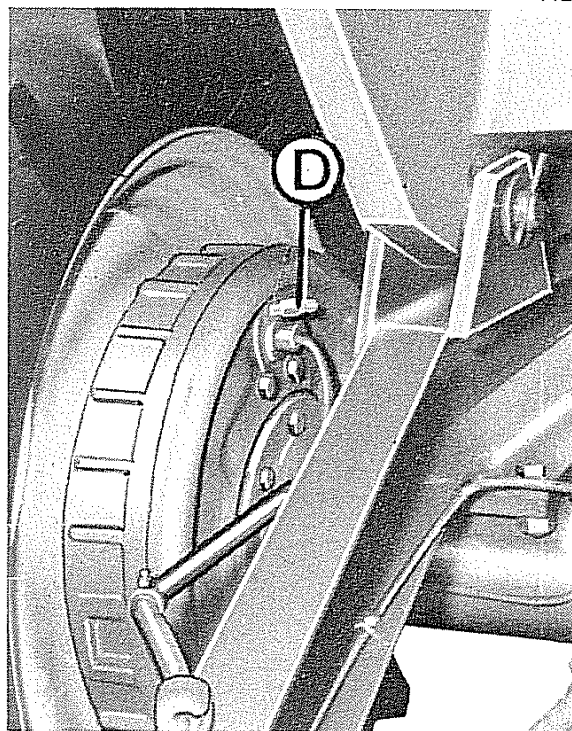

Fig. 18 - Raccordo spurgo aria freni
- Pulire l'estremità del raccordo di spurgo aria **D** (fig. 18) posto su ogni cilindretto, liberando il foro centrale dalle eventuali impurità.